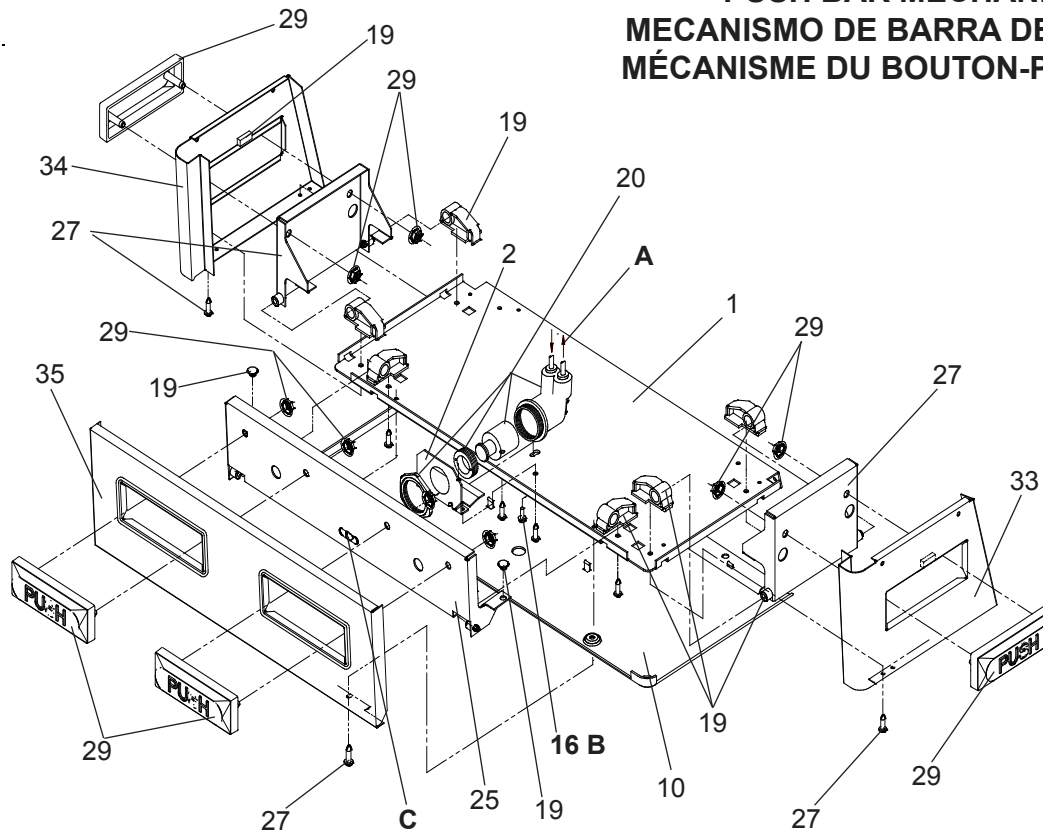

Fig. 4
See Fig. 4 for Push Bar Mechanism
Vea la Fig. 4 para el Mechanisme de la Barra de Empuje
Voir Fig. 4 pour le Mechanisme de Barre-poussoir
- 4) Hang the cooler on the hanger bracket. Be certain the hanger bracket is engaged properly in the slots on the cooler back as shown in Fig. 4.
- 5) Loosen the two (2) screws holding the lower front panel at the bottom of cooler base and two (2) screws at the top. Remove the front panel and set aside.
- 8) Stream height is factory set for 45-50 PSI supply. If supply pressure varies greatly from this, adjust screw, accessible by removing front push panel (Item 35, Fig. 4). CW adjustment will raise stream and CCW adjustment will lower stream. For best adjustment, stream should hit basin approximately 6-1/2" (165mm) from bubbler.
- 9) Replace the front panel and secure by retightening four (4) screws.
- 4) Installez le refroidisseur sur les supports en vous assurant que ceux-ci sont bien installés dans les fentes à l'arrière du refroidisseur tel qu'indiqué à la figure 4.
- 5) Dégagez les deux (2) vis retenant le panneau inférieur avant au bas de la base du refroidisseur ainsi que deux (2) vis sur le dessus. Retirez le panneau avant et mettez-le de côté.
- 8) Hauteur de flux est réglé en usine pour la fourniture de 45 à 50 lb/po2. Si la pression varie beaucoup de ce point, ajustez la vis que l'on peut atteindre en retirant le panneau avant (article 31, fig. 4). Si vous ajustez dans le sens des aiguilles d'une montre, le jet augmentera et dans le sens contraire, le jet diminuera. Le meilleur ajustement est lorsque le jet frappe le bassin à environ 6-1/2" (165mm) du barboteur.
- 9) Remplacez le panneau avant et fixez le en place en resserrant les quatre (4) vis.